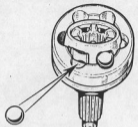
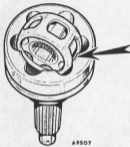

Abb. G.2
Abb. G.3 Entfernen des Käfigs und der inneren Lagergruppe aus dem Kugelhäufig
- (5) Das Gelenk ist nur dann zu zerlegen, wenn angenommen wird, daß es weithin verwendbar ist.
- (6) Da die einzelnen Bestandteile aufeinander abgestimmt sind und in einer gewissen Lage gearbeitet haben, müssen die ursprünglichen Lagen unbedingt beibehalten werden. Die Reibbelagen der inneren und äußeren Laufringe sowie auch die Lage des Käfigs sind mit Tuscheblau oder Farbe zu kennzeichnen, d. h. mit Materialien, die beim Säubern der Bestandteile nicht abgewaschen werden können.
- (7) Nach Herausziehen der Welle läßt sich der innere Lagering frei schwenken. Inneres Lagering abkuppen bis eine Kugel gelöst werden kann (Abb. G.3). Hierzu ist zu bemerken, daß der Käfig durch die Hälfte des Winkels des inneren Lagerings schwenkt. Klebt ein Gelenk durch Fett, dann können die einzelnen Kugeln mit einem spitzen Werkzeug gelöst werden.
- (8) Nach Entfernen aller Kugeln ist der Käfig wieder mit der Achse des Gelenks auf Flachlage zu bringen, worauf er darauf zu verdrehen ist, daß zwei gegenüberliegende Langlöcher mit zwei Vorsehrungen des Kugellagers übereinstimmen. Ein Vorsehrung greift dann in eines der Langlöcher (Fenster) ein, so daß sich der Käfig zusammen mit der Lagergruppe herausnehmen läßt. (Abb. G.3)
- (18) Käfig und innere Lageringgruppe in Kugelhäufig einsetzen, indem eines der Langlöcher (Fenster) über eines der Vorsprünge im äußeren Lagering gebracht wird (Abb. G.3). Die drei Hauptbestandteile lassen sich jetzt frei relativ zueinander drehen bzw. schwenken.
- (19) Käfig und inneren Lagering wieder auf ihre Originalpositionen relativ zur Gelenkbohrung (wie vor dem Zerlegen gekennzeichnet).
- (20) Dieses Verhältnis zwischen den Bestandteilen beibehalten und jetzt Käfig abkippen bis sich eine Kugel in eines der Fenster einsetzen läßt. Dessen Vorgang mit den übrigen Kugeln wiederholen (Abb. G.2).
- (21) Sicherstellen, daß sich das innere Lager zusammen mit dem Käfig frei in der Gelenkbohrung schwenken läßt, jedoch ist darauf zu achten, daß keine Kugeln herausfallen.
- (22) Das Gelenk ist jetzt mit dem in der Packung noch übrigen Duckham's M-B Fett vor Einsetzen der Welle zu schmieren.
- (23) Falls erforderlich, eine neuen Gummi-Manchette montieren, deren Innenseite mit Duckham's M-B Fett zu schmieren ist. Vorsicht beim Aufbringen der Manchette über den Federring auf der Welle.
- (3) Kreuzgelenkgruppe säubern.
- (4) Lager-Halteklemmen auf einer Spitzzange entfernen und dann mit einem Schraubenzieher abhebeln, läßt sich eine Klemme nur mühsam entfernen, Lageringende leicht beklöpfen um den Druck an der Klemme zu beseitigen.
- (5) Gelenk in einer Hand halten und Unterseite der Gabel oben auf einen Schraubstock legen, Gabelumfang leicht mit einem Kupferhammer beschlagen, Abb. G.2, bis der Lagering aus der Gabel hervortritt.
- (6) Gelenk umdrehen und Lagering in Schraubstock spannen. Sicherseite der Gabel beklöpfen bis der Lagering abfällt, Abb. G.2.
- (7) Vorgänge (5) und (6) an gegenüberliegenden Lager wiederholen.
- (8) Die zwei freigelegten Lagerzapfen oben auf den Schraubstock legen (Koll- oder Weichmetallpolystyrolische zwischen Schraubstock und Lagerzapfen legen). Oberen Ansatz der Flanschgabel beklöpfen wie unter (5) und (6) beschrieben, um die zwei verbleibenden Lageringe zu entfernen, Abb. G.2.
- (9) Kreuzgelenkstern aus der Antriebswellengabel lösen.